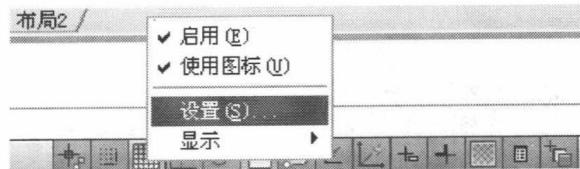
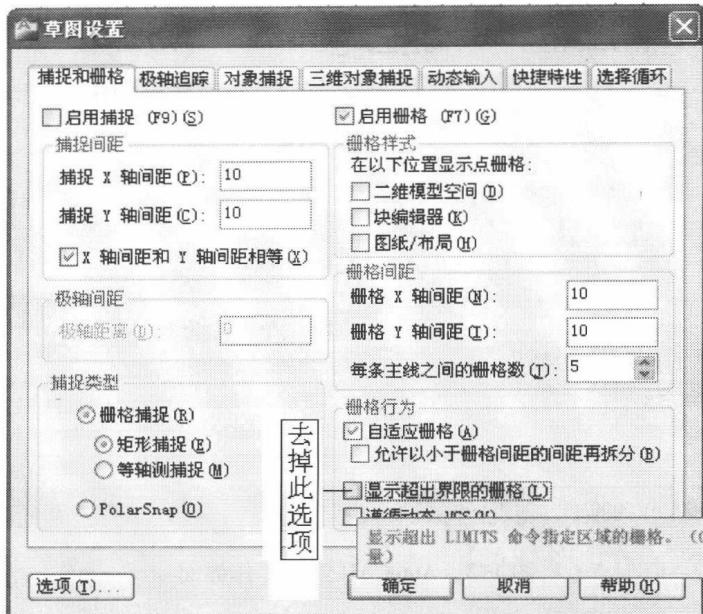

图 1-5 启用栅格设置对话框
图 1-6 栅格设置对话框
- 如图 1-5 所示，右键单击状态栏中的栅格，选择“设置”，出现如图 1-6 所示对话框，去掉显示超出界限栅格选项，单击确定按钮。